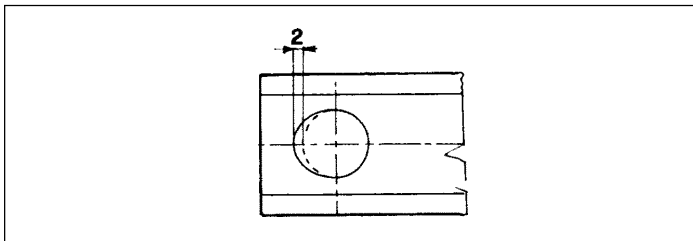

Fig. 20
- **il foro è ovalizzato**: se la ovalizzazione supera di 2 mm / 0.078 inch - le dimensioni del foro originario (fig. 20).